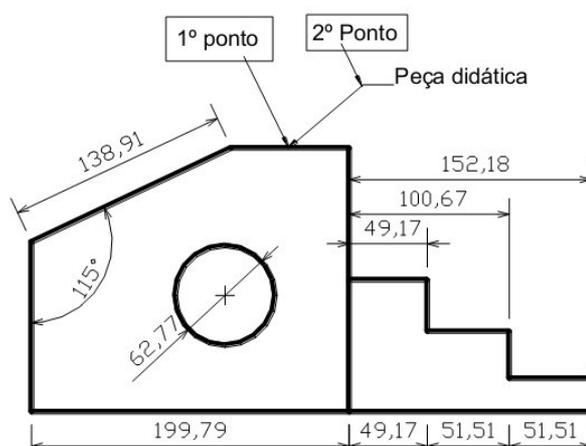

Figura 8.12 - Cotagem em agrupamento paralelo.
1. Entre na opção por meio de uma das formas de acesso. Na janela de comandos o programa solicitará o primeiro ponto da linha de chamada por meio da seguinte pergunta: *Specify leader arrowhead location or [Leader landing first/ Content first/ Options]*. Com o auxílio do mouse, clique no ponto especificado na figura 8.12.
2. Em seguida, o programa solicitará o próximo ponto da linha de chamada. Com o auxílio do mouse, escolha o ponto conforme indicado na figura 8.12.